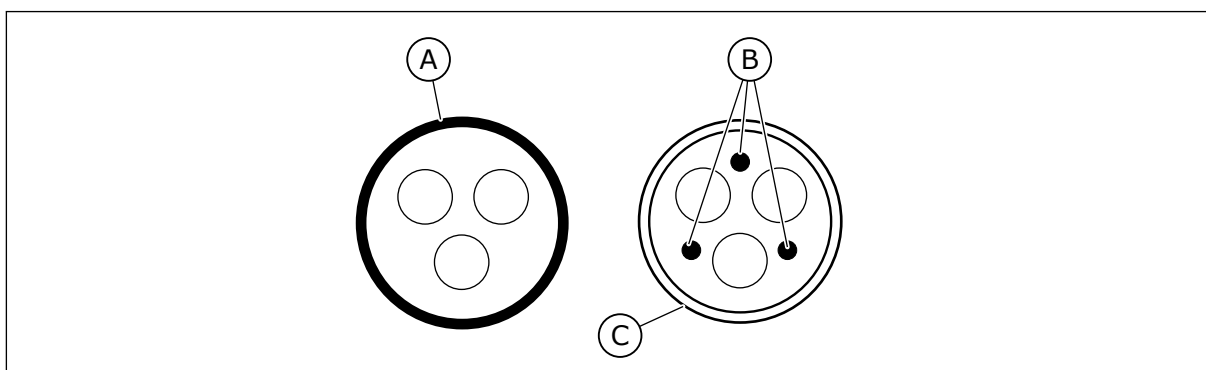

图 20: 具有 PE 导体的电缆
2. 具有同心保护线的对称电源电缆。适用于指定电源电压的电缆。我们建议使用 NKCABLES/MCMK 电缆。请参见图 20。
3. 具有紧凑式低阻抗屏蔽层的对称电源电缆。适用于指定电源电压的电缆。我们建议使用 NKCABLES/MCCMK、SAB/ÖZCUY-J 或等效电缆。请参见图 20。* = 对于 EMC 级别 C1 和 C2，电机端具有电缆密封套的屏蔽层必须 360° 接地。